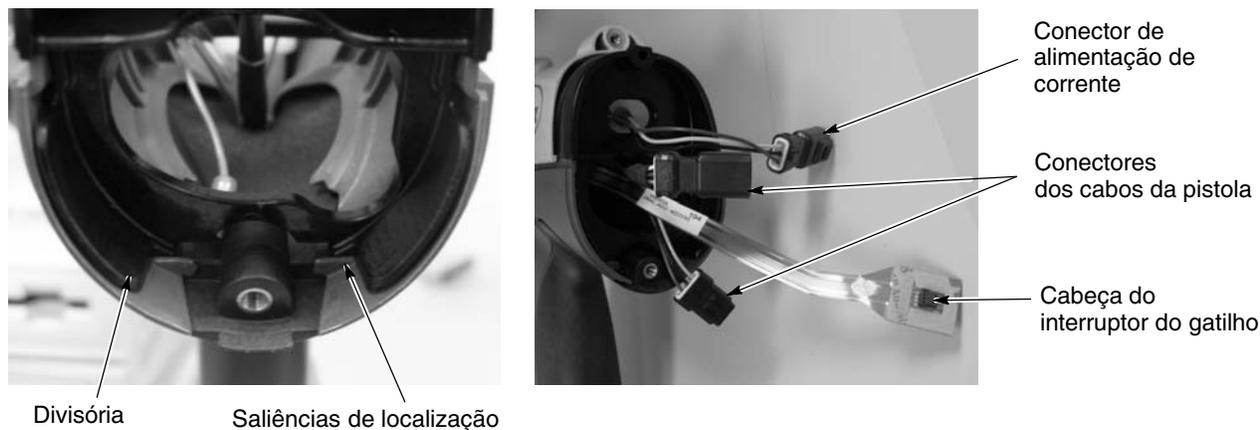

Figura 5-13 Montagem da antepara e disposição dos cabos
13. Consulte a figura 5-13. Posicione o bordo inferior da tampa da antepara (8) atrás das saliências de localização situadas na parte de trás do conjunto do punho e rode a parte superior da antepara para a frente até ela engatar no seu lugar no punho e no corpo da pistola.